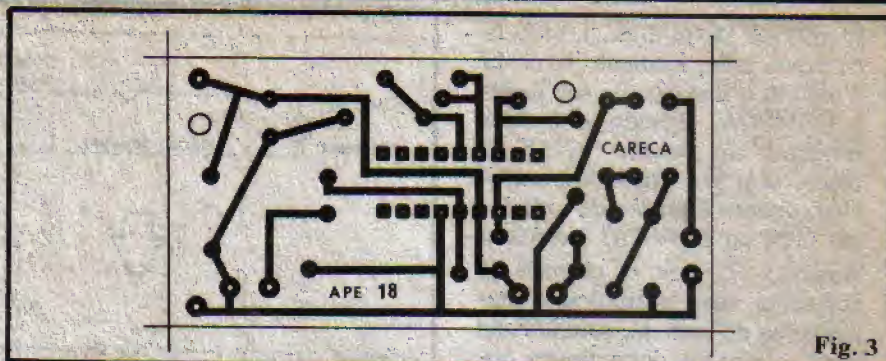

Fig. 3
- FIG. 3 - A PLACA - O pequeno tamanho, bem como a simplicidade do lay out permitirão mesmo ao hobbysta iniciante confeccionar sua própria placa, sem problemas... Entretanto, os que ainda não "confiam muito no próprio taco", ou mesmo os mais "preguiçosos" da turma, poderão optar pela prática aquisição em KIT, que vem acompanhado de plaquinha pronta. Em qualquer caso, uma leitura das INSTRUÇÕES GERAIS PARA AS MONTAGENS será sempre importante, para resolver dúvidas e acolher conselhos valiosos... Além das INSTRUÇÕES, também o "TABELÃO" (uma cópia deste acompanha os KITS da EMARK ELETRÔNICA, impressa na própria embalagem do produto...) deve ser consultado "sem vergonha", se surgirem dúvidas sobre a leitura de valores, pinagens, polaridades, etc., dos componentes...